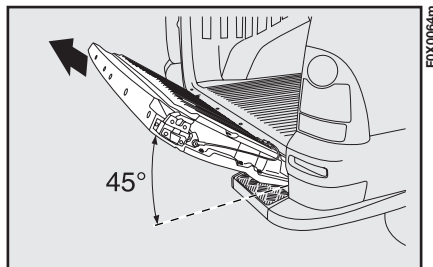

fig. 83
- rimuovere la ribaltina tirando nel senso indicato dalla freccia fig. 83.